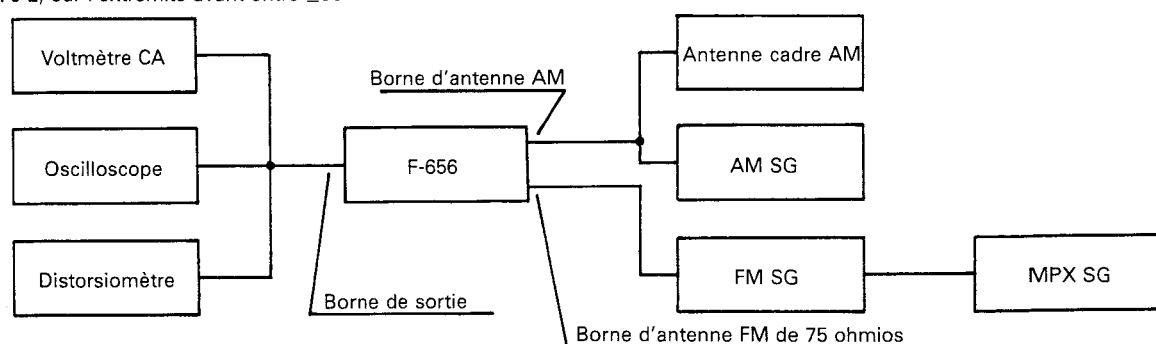

Fig. 5-1
- Pour les connexions et les points à régler, se reporter à la Fig. 5-1 et Fig. 5-2.